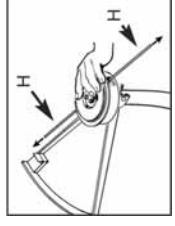

Fig. 9F
9. Ist die Spule im Gehäuse platziert, drücken Sie diese fest ins Gehäuse, so dass die Feder gespannt ist. Ziehen Sie fest an beiden Enden des Fadens (H), so dass dieser nicht zwischen Spule und Gehäuse eingeklemmt ist (Fig. 9F).